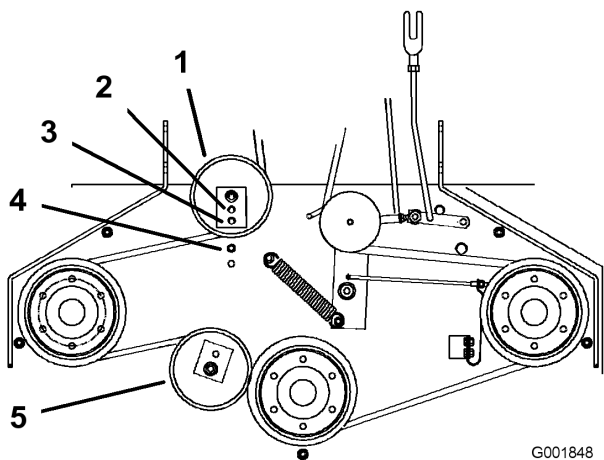

Figura 40
- Si no es posible ajustar más el tensor y la correa todavía está floja, será necesario cambiar la polea tensora trasera al taladro central o delantero Figura 40. Utilice el taladro que permita un ajuste correcto.
- Cuando se cambia de posición la polea tensora, será necesario cambiar también la guía de la correa. Mueva la guía de la correa a la posición delantera (Figura 40).